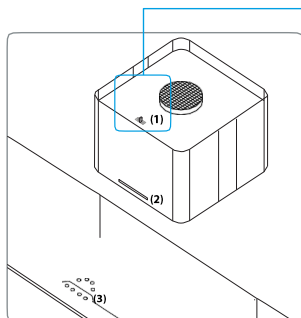

Fig. 1 Köksfläkt i standardutförande med stift (1) och styrpanel (2)
Fig. 1 Cappa in versione standard con stick (1) e pannello di controllo (2) La cappa può essere controllata tramite l'interruttore master sul piano cottura (3) o il pannello di controllo della cappa. La temperatura del colore è di 4.000 K.